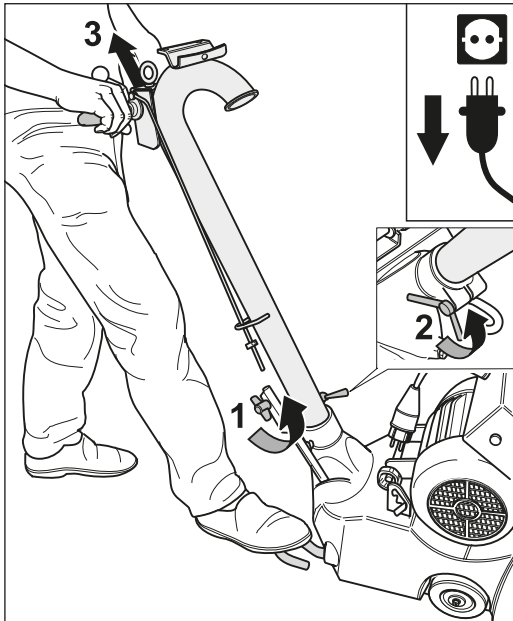

Fig. 17 Après avoir ouvert la vis à ailettes et l'écrou à ailettes de la tringle, le tuyau de guidage peut être retiré de la machine.
- 2 Ouvrez la vis à ailettes et l'écrou à ailettes et dégagez le tuyau de guidage du boîtier de la machine (fig. 17).